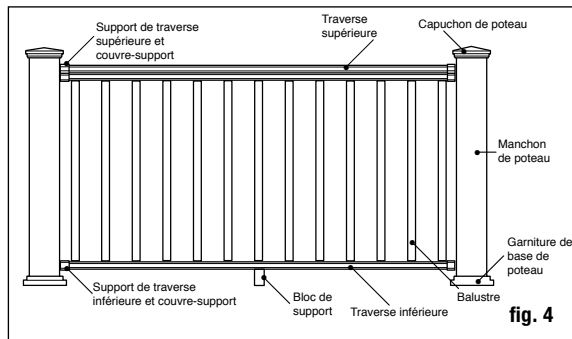

fig. 4
Step 5 Trim 4x4 post sleeves to length. Post sleeves should be a minimum of 1-1/2" longer than the railing height (fig. 4). Example: For a 36" high railing, trim post sleeve to a minimum of 37-1/2", can be left longer if desired. Slide a trimmed post sleeve over each 4x4 railing post. Post sleeve should slide easily over the post. **DO NOT FORCE** post sleeve onto post. Twisted or crooked 4x4s should be replaced. Slide a post base trim (optional) over each post sleeve for a finished look. *Note: It is recommended to install the post base trim prior to installing the bottom rail. However, the two-piece design does allow the installer to add the post base trim after the rail has been installed. To install, apply a thin line of clear exterior construction adhesive to the inside of the post trim, where it will contact the post sleeve, and snap into place around the base of the post sleeve.*
Étape 5 Taillez les manchons de poteaux à leur longueur. Les manchons de poteaux devraient être d'au moins 3,6 cm (1-1/2 po) plus long que la hauteur du garde-corps (fig. 4). Exemple : Pour un garde-corps de 91 cm (36 po) de haut, découpez le manchon à au moins 95 cm (37 1/2 po), mais pouvant être laissé plus long si vous le désirez. Glissez un manchon de poteau taillé sur chaque poteau de garde-corps. Les manchons des poteaux devraient glisser facilement sur ceux-ci. **NE FORCEZ PAS** le manchon sur le poteau. Les poteaux 4 x 4 vrillés ou tordus devraient être remplacés. Glissez une garniture de base de poteau (facultative) sur chaque manchon de poteau pour offrir un beau fini. *Remarque : Il est recommandé d'installer la garniture de base de poteau avant la traverse inférieure. Cependant, la conception à deux pièces permet à l'installateur d'ajouter la garniture de base de poteau après l'installation de la rampe. Pour installer, appliquez une fine couche d'adhésif clair de construction pour l'extérieur, à l'intérieur de la garniture du poteau, là où elle entrera en contact avec le manchon de poteau, puis insérez en place, autour de la base du manchon de poteau.*
Paso 5 Recorte las coberturas de postes de 10.2 x 10.2 cm (4x4 pulg.) a la longitud adecuada. Las coberturas para poste deben ser al menos 3.8 cm (1-1/2 pulg.) más largas que la altura del barandal (fig. 4). Ejemplo: Para un barandal de 91.4 cm (36 pulg.) de altura, recorte la cobertura del poste a un mínimo de 95.2 cm (37-1/2 pulg.), puede dejarse más larga si se desea. Deslice una cobertura de poste recortada sobre cada poste de barandal de 10.2 x 10.2 cm (4x4 pulg.). La cobertura para poste debe deslizarse fácilmente sobre el poste. NO FUERCE la cobertura de poste sobre el poste. Los postes de 10.2 x 10.2 cm (4x4 pulg.) torcidos o doblados deben ser reemplazados. Deslice una cenefa para base de poste (opcional) sobre cada cobertura de poste para un aspecto más acabado. *Nota: Se recomienda instalar la cenefa para base de poste antes de instalar el barandal inferior. Sin embargo, el diseño de dos piezas permite que el instalador añada la cenefa para la base del poste después de instalar el barandal. Para instalarla, aplique una línea delgada de pegamento transparente para construcción en exteriores a la parte interior de la cenefa para poste, en donde entrará en contacto con la cubierta del poste, y colóquela en su sitio alrededor de la base de la cobertura del poste.*